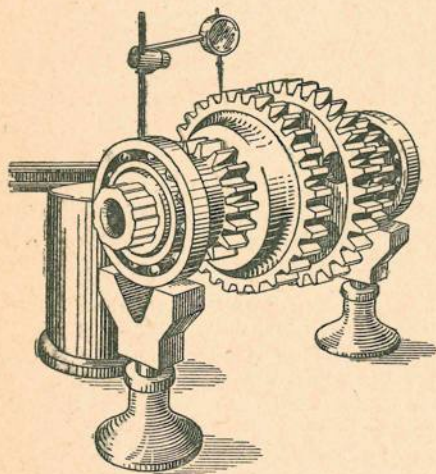

Рис. 108. Проверка биения шестерен главного вала
7. Надеть на концы главного вала специальные втулки (приспособление) с шарикоподшипниками и, установив вал в сборе, подшипниками на призмы (рис. 108), проверить шестерни на биение начальной окружности при помощи ролика и индикатора. Допускаемое биение 0,2 мм. Снять специальные втулки.